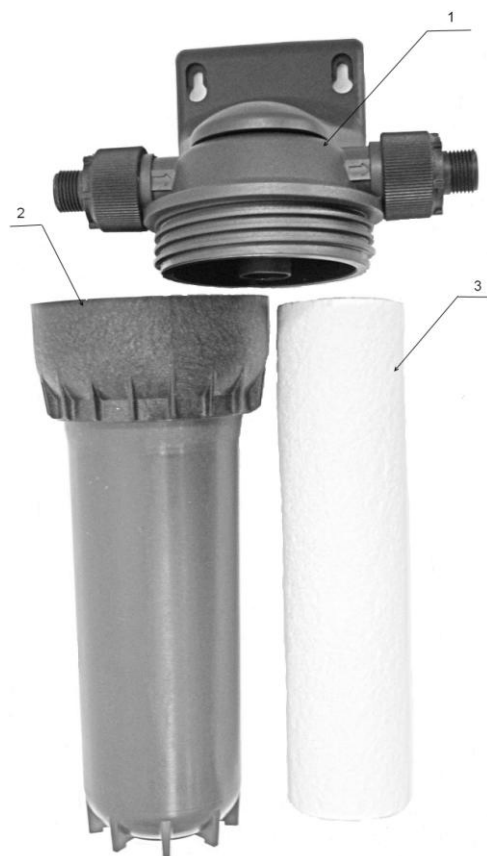

Рис.21. Фильтр тонкой очистки топлива.
4.5.2 Обслуживание фильтра тонкой очистки заключается в замене фильтрующих вставок из полипропилена, размер 20", фильтрующая способность 20-25 мкм. Для замены отверните колбу фильтра (Рис.21 поз.2), от корпуса фильтра (Рис. 21 поз.1), замените фильтрующую вставку (Рис.21 поз.3), установите колбу на место. Замена вставок производится ежемесячно при сильной загрязненности масла еженедельно.